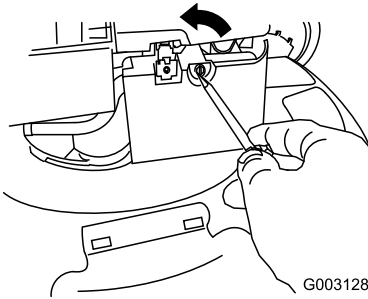

Figure 34
2. Utilice un destornillador para abrir la tapa del filtro de aire (Figure 34).